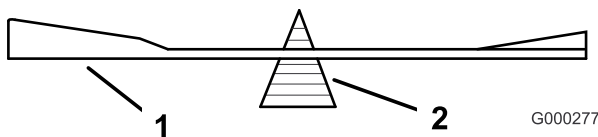
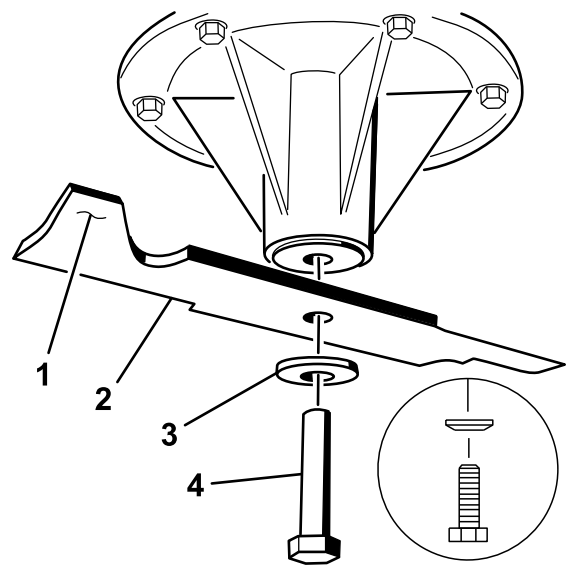

Figure 94
Figure 95
2. Vérifiez l'équilibre de la lame en la plaçant sur un équilibreur (Figure 94). Si la lame reste horizontale, elle est équilibrée et peut être utilisée. Si la lame est déséquilibrée, limez un peu l'extrémité de la partie relevée seulement (Figure 95). Répétez cette procédure jusqu'à ce que la lame soit équilibrée.
1. Placez la lame sur l'axe (Figure 95).
2. Mettez en place la rondelle élastique et le boulon de la lame. Le côté bombé de la rondelle élastique doit être dirigé vers la tête du boulon (Figure 95). Serrez le boulon de lame à un couple de 115 à 150 N·m (85 à 110 pi-lb).